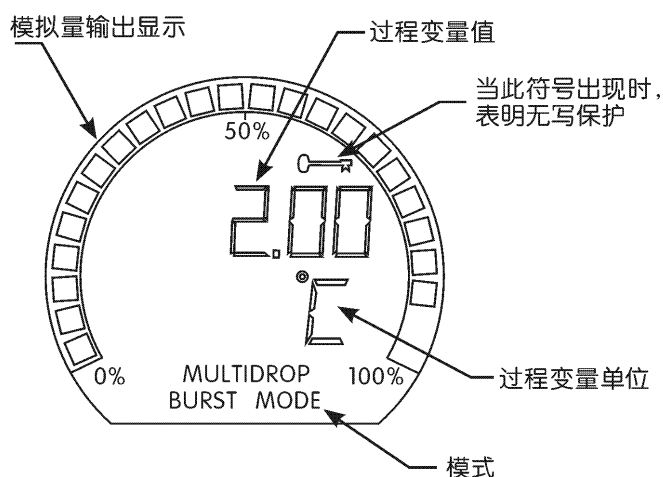

图 9 LCD 显示器的显示
- i) 若选择 PV/Proc Temp (过程变量/过程温度) 或 PV/%Range (过程变量/量程的百分数), 则在选择的读数之间每 2 秒钟交替显示。无论选择了什么样的显示类型, 该显示器用显示面四周 (如图 9 所示) 的比例棒图的百分数也同时显示模拟量输出信号。